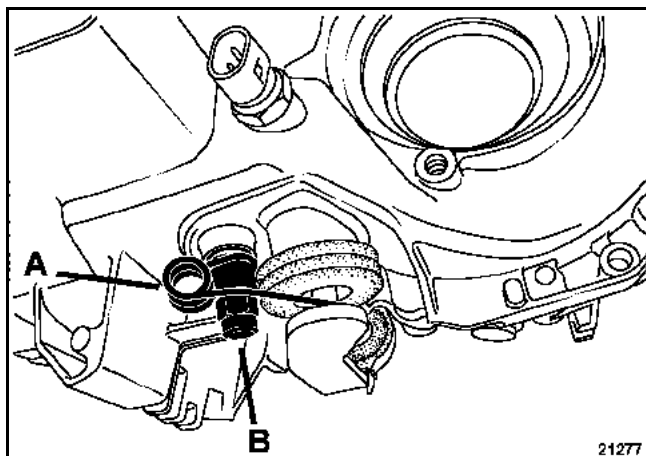

Abb. 1
- Die Rückholfeder (A) (**Abb. 1**) und den Widerstand des 5. Gangs (B) (**Abb. 1**) ausbauen.